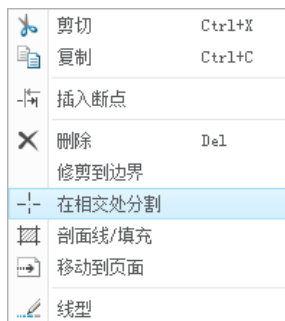

图 4.7.2 快捷菜单
Step2. 在功能选项卡区域的 **草绘** 选项卡中单击 **在相交处分割** 按钮 (或者选中一个图元后右击, 在系统弹出的图 4.7.2 所示的快捷菜单中选择 **在相交处分割** 命令)。